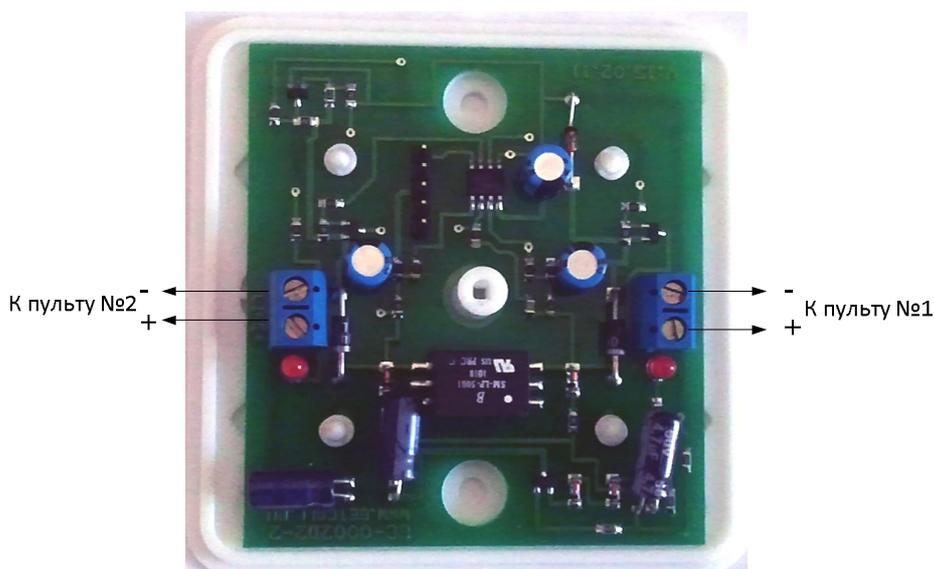

Рисунок 2. Внешний вид GC-0002D1 (со снятой крышкой)
4.2. На рис.2 представлен внешний вид и схема подключения устройства GC-0002D1 к сопрягаемым пультам.
Абонентские линии подключаются к клеммам устройства GC-0002D1 с соблюдением полярности, указанной на рис.2.